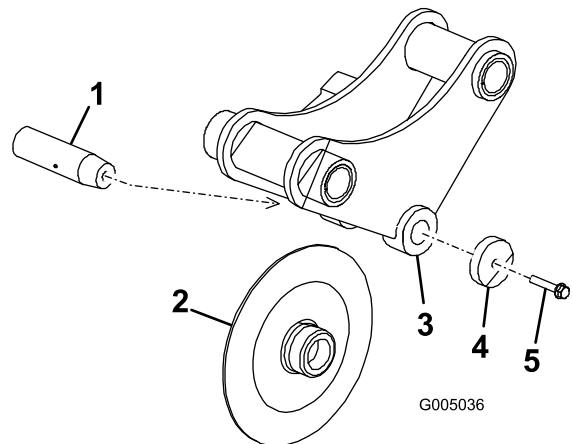

図 16
3. コールターピンのねじを 1.3 cm ほどゆるめ、ハンマーで数回たたいてピンをゆるめる 図 16。
4. コールターピンのねじ、ワッシャ、コールター、コールターピンを全部外す 図 16。
5. コールターブラケットに新しいコールターを取り付ける 図 16。
6. コールターとブラケットにコールターピンを通し、ワッシャとコールターピン用ねじとで固定する 図16。